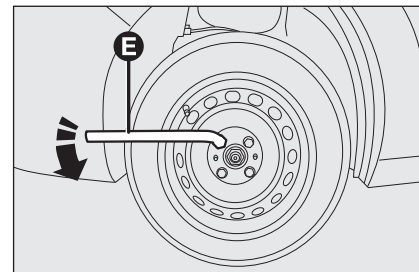

fig. 5
- slăbiți cu aproximativ o rotație buloanele de fixare ale roții ce urmează a se înlocui cu cheia din dotare **E-fig. 5**;